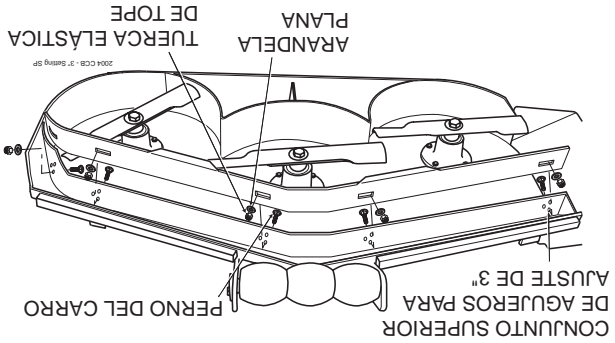

Figura 9. Posición del deflector de corte personalizado de 3"
A. Posición 3" - el deflector se instala usando el conjunto superior de agujeros en el deflector frontal soldado dentro de la plataforma de corte. (Vea la Figura 9). Las plataformas de corte Velocity-Plus y Advantage entregarán la mejor calidad de corte en césped muy alto, tiesto y difícil de cortar.